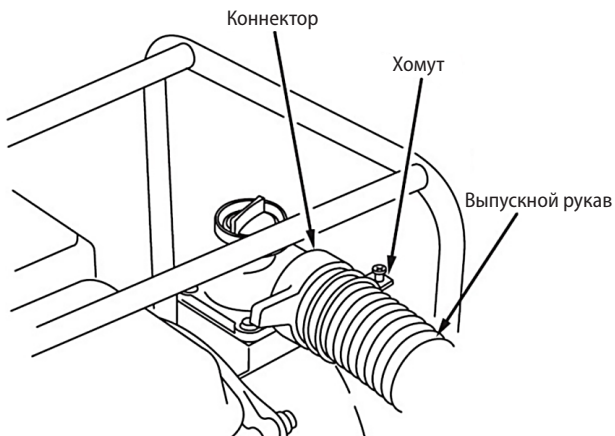

Рисунок 5
- Подсоедините выпускной рукав к патрубку при помощи зажимного кольца и хомута (рисунок 5).